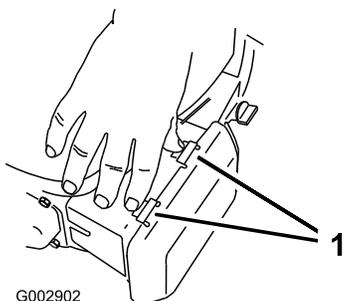

Figura 42
- Presione hacia abajo los cierres de la parte superior de la tapa del filtro de aire (Figura 42).